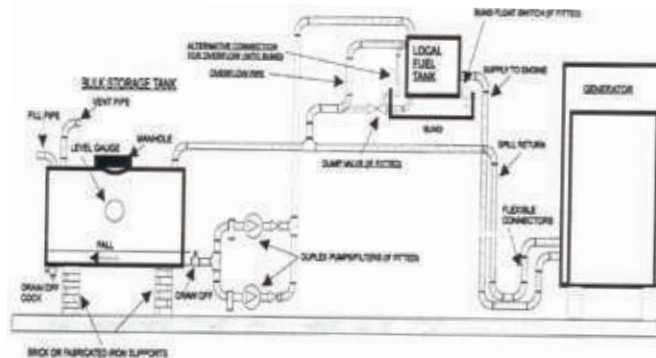

Рис. 5.2. С промежуточным топливным баком
5.6. С промежуточным топливным баком (Рис. 5.2)
1. Автоматический дуплексный насос для перекачки топлива и система первичной фильтрации для запуска резервного насоса на случай выхода из строя основного насоса. Перекачивающие насосы должны быть рассчитаны на подачу полного объема топлива, необходимого для двигателя, то есть, из расчета объема потребляемого топлива и объема возврата из-за перелива (Рис. 5.2.);
Детали подсоединения указанного оборудования показаны на Рис. 5.2.